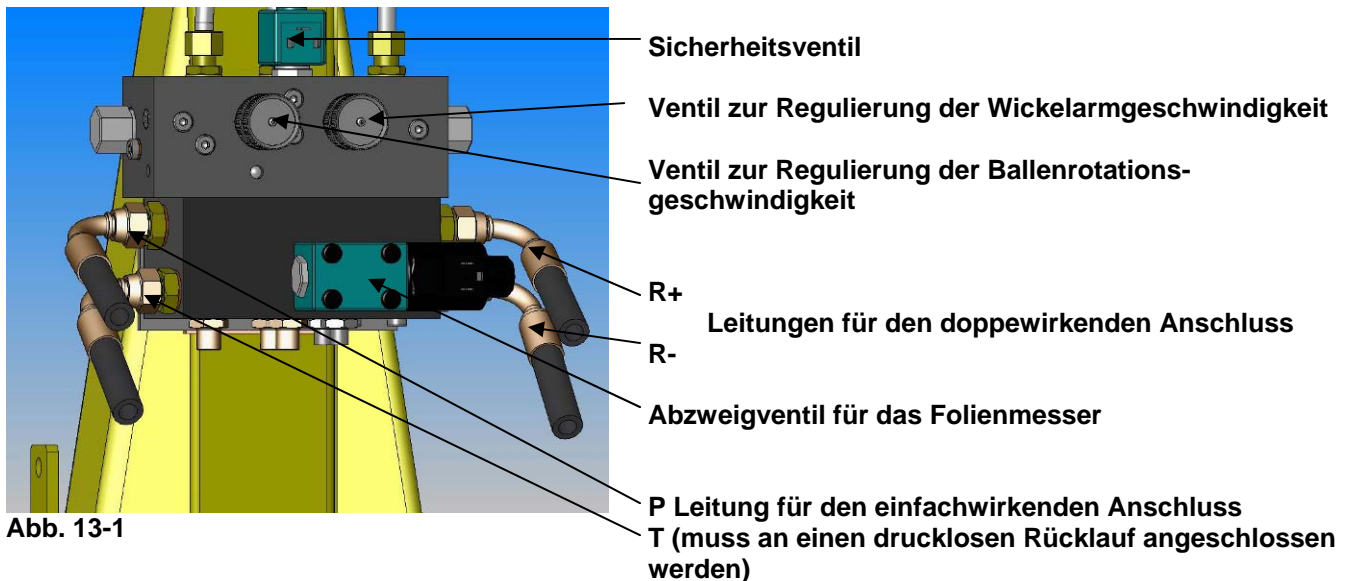

Abb. 13-1
- 8.1 Traktor anlassen und mit ungefähr 1000 U/min leerlaufen lassen. Die Maschine anheben, damit sie vom Boden freikommt. Die Ölzufuhr zur Wickelmaschine läßt sich mit zwei Einstellventilen, die sich auf der Vorderseite des Hydraulikblocks der Maschine befinden, einstellen (Abb. 13-1).
- 8.2 Mit dem Einstellrad, das sich auf der rechten Seite befindet, kann die Geschwindigkeit des Wickelarms eingestellt werden (siehe Abb. 13-1).
Mit einem Farbstift die Folie, die gerade um den Ballen gewickelt wurde, in der Mitte markieren. Das Einstellventil für die Walzengeschwindigkeit (Bild 13-1) so einstellen, dass die Markierung auf der Folie gerade überdeckt wird. Eine Überlappung von 52-53 % ist ideal (Abb.9-2). Diese Einstellung gilt solange, Ballen gewickelt werden, die annähernd denselben Durchmesser haben. Sobald Sie Ballen mit anderen Durchmessern wickeln, sollten Sie die Einstellung kontrollieren.
Das Sicherheitsventil (Abb. 13-1) befindet sich auf der Oberseite des Einstellblocks an der Vorderseite der Maschine. Es muss zur Rotation des Wickelarmes aktiviert sein. Wenn nach dem Drücken der Reset-Taste am Bedienpult in der linken Displayhälfte ein Pfeil erscheint, sollte das Sicherheitsventil bestromt sein. Nach einem erneuten Druck auf die Reset-Taste am Bedienpult, wird die Bestromung des Sicherheitsventils wieder deaktiviert. Falls der Sicherheitsbügel am Wickelarm ausgelöst wurde, muss die Reset-Taste gedrückt werden, um den Wickelarm wieder zu starten.